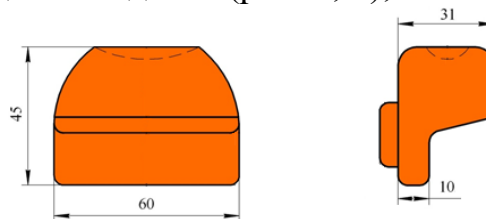

Рисунок 3. Вкладыш, изолирующий для пути вне стыка
– два изолирующих вкладыша (рис. 3, 4);